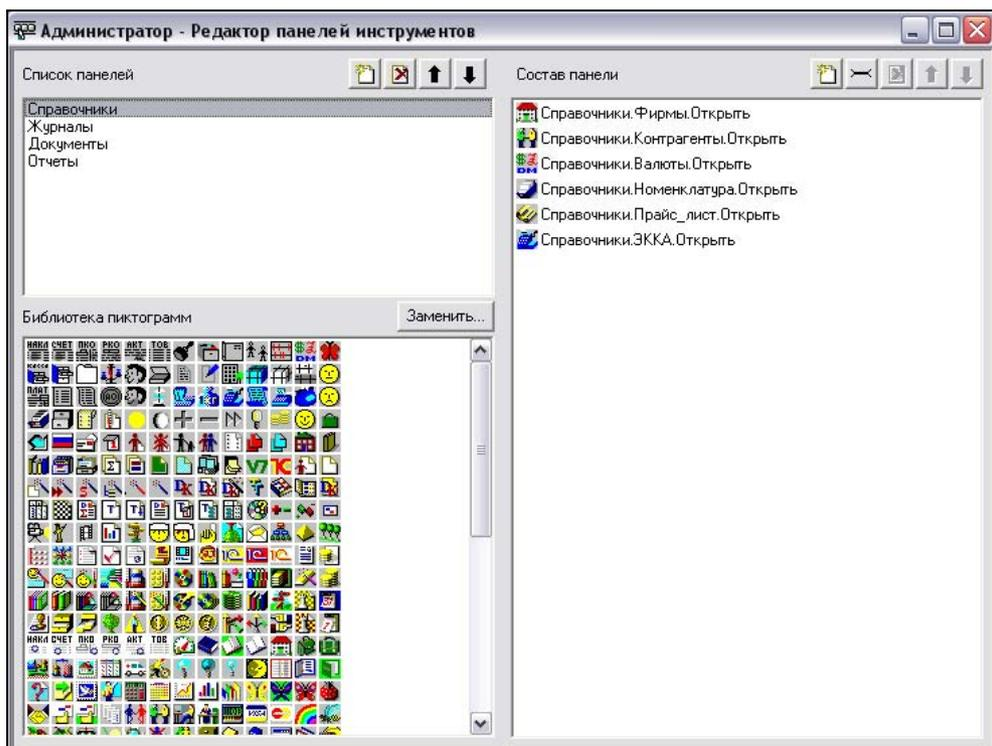

Рис. 5.79. Редактор панелей инструментов
- Откроется окно редактора панелей инструментов (рис. 5.79).